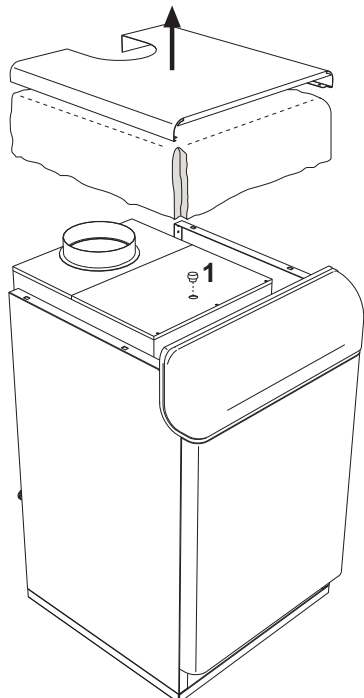

fig. 6 - Analyse de la combustion
3. Ouvrir le point de prélèvement des fumées 1, fig. 6 ;